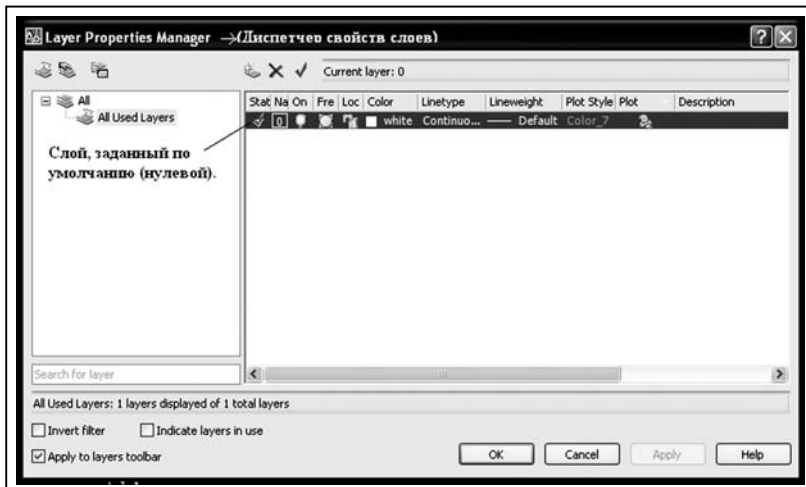

Рис. 2.39. Диалоговое окно «Диспетчер свойств слоев»
1. Щелкнуть мышью по кнопке на панели инструментов «Слой». В результате появится диалоговое окно (рис. 2.39).